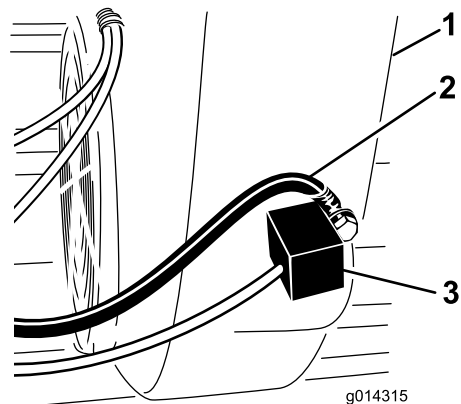

Figura 5
7. Individuate il modulo di accensione motore sulla parte inferiore della copertura del motore (Figura 5). Si trova sull'estremità anteriore del gruppo motore.